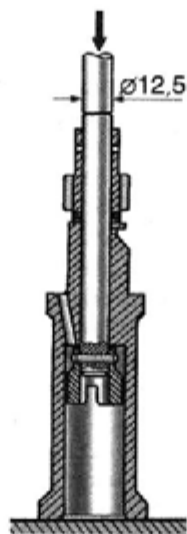

Рис. 4.1.80. Снятие шестерни привода масляного насоса и датчика-распределителя
- спрессовать шестерню. Для этого установить корпус привода верхним торцом на подставку с отверстием, чем обеспечивается свободный проход валика в сборе с упорной втулкой. Усилие выпрессовки прилагать к концу валика через оправку $\varnothing 12,5$ мм (рис. 4.1.80).